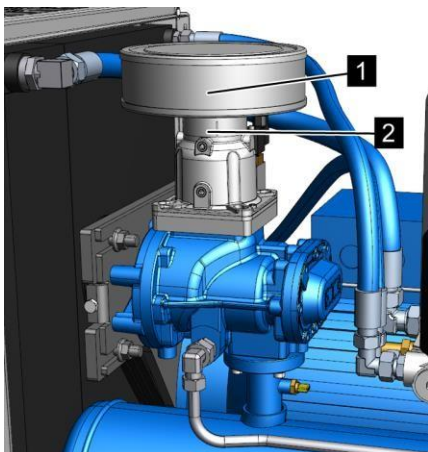

Рис. 42: Отсоединение хомутка приемного фильтра
4. Отсоедините хомутик приемного фильтра (Рис. 42/2).
5. Извлеките старый приемный фильтр (Рис. 42/1).
6. Установите новый приемный фильтр (Рис. 42/1).
7. Затяните хомутик приемного фильтра (Рис. 42/2). ↪ Приложение В «Моменты затяжки винтов» на странице 119